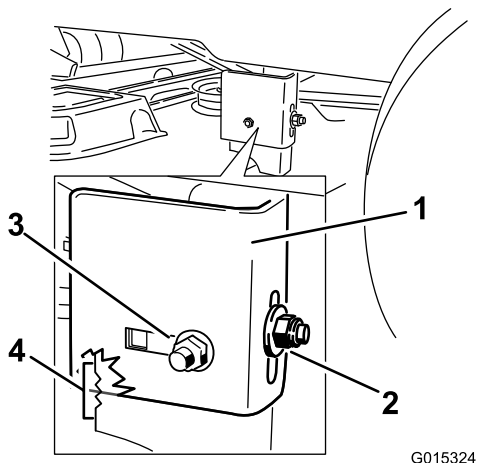

Figure 63
9. Desserrez l'écrou de blocage arrière sur le support (Figure 63).
10. Desserrez l'écrou de blocage latéral sur le support jusqu'à ce qu'il soit possible d'ajuster le support (Figure 63).
13. Arrêtez le plateau de coupe et vérifiez sa hauteur, puis serrez l'écrou de blocage latéral sur le support pour fixer cette nouvelle position (Figure 63).